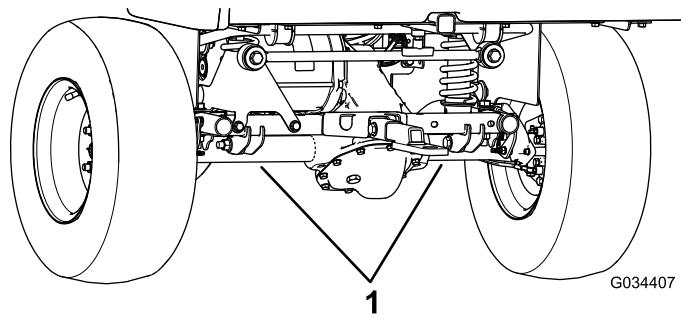

Figura 22
- Il punto di sollevamento nella parte posteriore della macchina si trova sotto i tubi dell'assale (Figura 22).